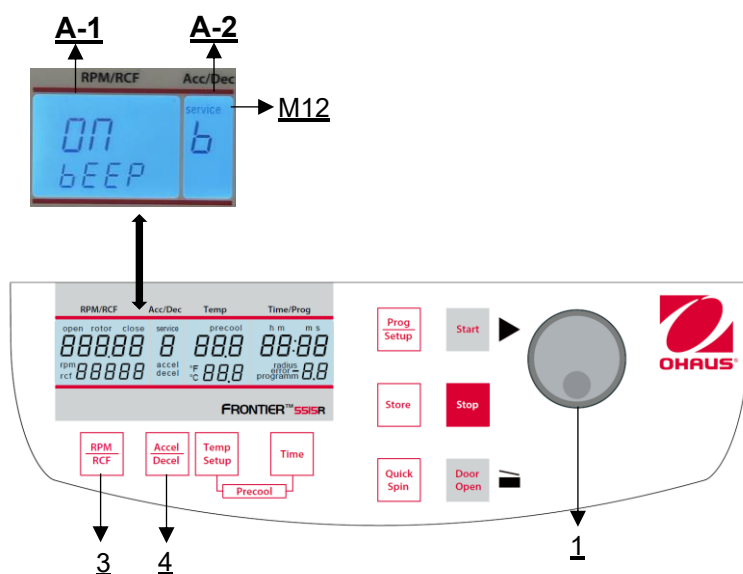

Figura 34
Proceda como se describe en el punto 4.1.1 para entrar en este modo de programación y, a continuación, pulse la tecla **"Acel/Decel"** (4). En la pantalla **"Acc/Dec"** (A-2) parpadea la palabra **"Service"** (M12). Seleccione ahora la letra **"b"** con el botón de ajuste (1). Como resultado, en la pantalla **"RPM | RCF"** (A-1) aparece la palabra **"ON/BEEP"**. Después de pulsar la tecla **"RPM | RCF"** (3), puede activar (On) o desactivar (Off) el sonido del teclado con el botón de ajuste (1) (véase la figura 34).